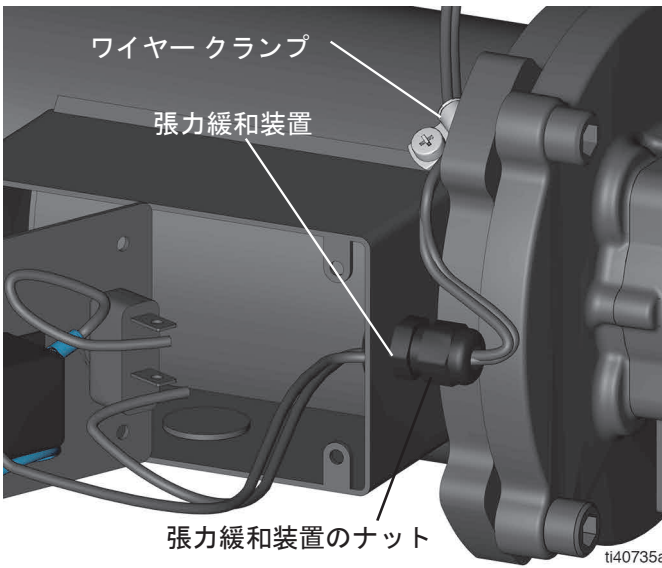

図 31
10. 張力緩和装置のナットを緩めます (図 31)。
11. 圧カスイッチのワイヤーを張力緩和装置を通して端子箱から引き抜きます (図 31)。
7. 圧カスイッチのワイヤーをワイヤー クランプに押し込み、端子箱を通し、張力緩和装置を通します (図 31 参照)。
9. 張力緩和装置のナットをレンチで締めます (図 31 参照)。